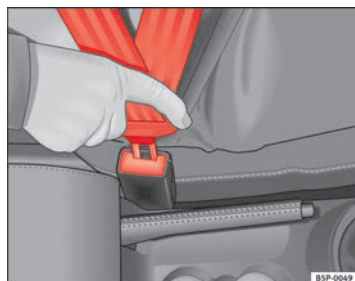

Fig. 12 Boîtier de verrouillage et pêne de la ceinture de sécurité
- Enfoncez le pêne dans le boîtier de verrouillage solidaire du siège jusqu'à ce qu'il s'encastre de manière audible ⇒ fig. 12.